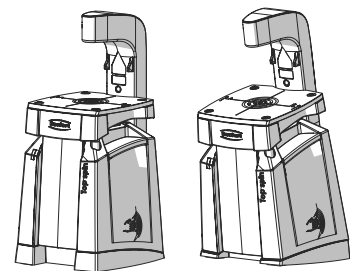

Fig. 2
- ⇒ Decideti ce pozitie de lucru doriti, Fig. 2 (vezi sectiunea 5.4).